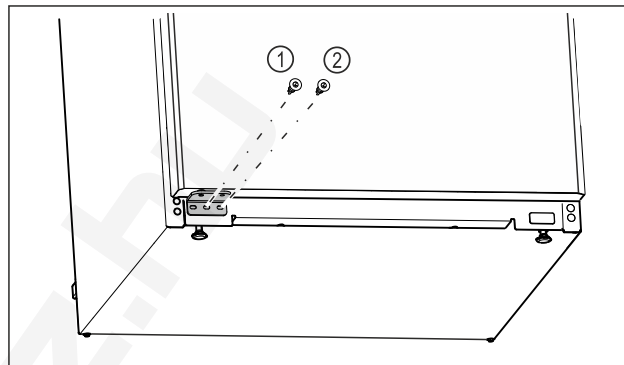

Fig. 22
- ▶ Csavarozza a helyére a csapágybak középső csavarját Fig. 22 (1) Torx 20 csavarhúzóval.
- ▶ Csavarozza a helyére a csapágybak belső csavarját Fig. 22 (2) Torx 20 csavarhúzóval.